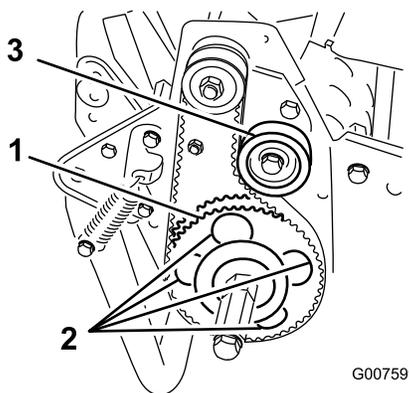

図 44
7. 受動プーリを回して、4つの穴にローラベアリングフランジネジを整列させる (図 44)。
11. ベルトの張りを調整し、アイドラプーリネジを締める(図44)。